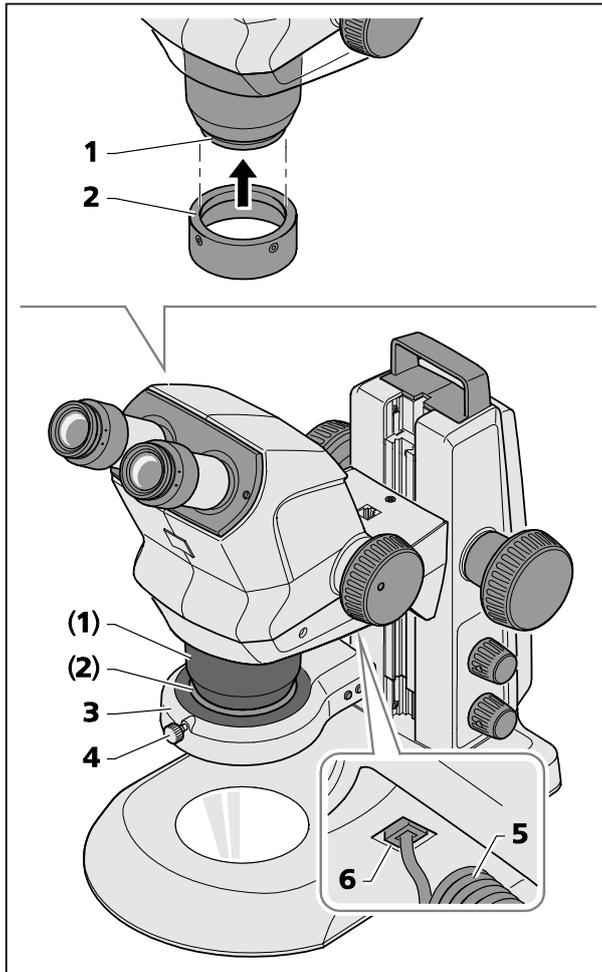

Fig. 9 Montar a lâmpada anular
- Encaixar o anel retentor A53 (Fig. 9/2), de baixo para cima, na placa de vidro guarda-pó (Fig. 9/1) do Stemi 508 e e fixá-lo, apertando os dois parafusos de retenção (sextavado interno, SW 3).
- Inserir o cabo de ligação (Fig. 9/5) da lâmpada anular (Fig. 9/3) na tomada inferior (Fig. 9/6) do suporte Stemi e na tomada da lâmpada anular.
- Encaixar a lâmpada anular, de baixo para cima, no anel retentor A53 (Fig. 9/2) e fixá-la mediante o parafuso serrilhado (Fig. 9/4).
- Depois empurrar para cima a lâmpada, com o adaptador, no módulo óptico adicional e fixá-la mediante o parafuso de aperto (analogamente a Fig. 9).